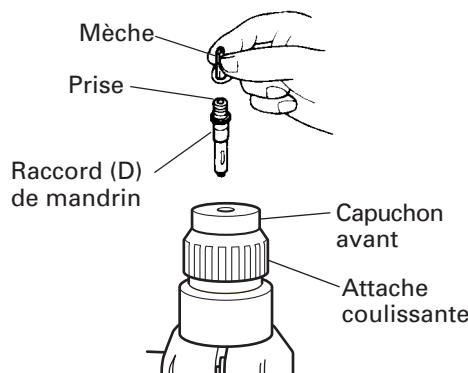

Fig. 9
### 4. Lors du vissage des vis machine (Fig. 9)
5. Enfoncement de vis à bois (Fig. 9)